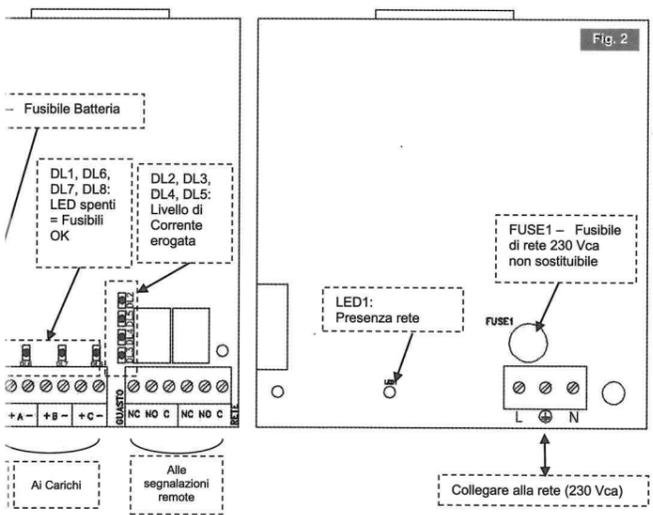

Fig. 2
L'alimentazione si suddivide in 3 uscite a morsetti protette dai rispettivi fusibili: A, B e C, per carichi generici e una uscita BATT, per collegare il gruppo batterie di riserva. Quando un fusibile entra in protezione, il corrispondente LED nella scheda di controllo (vedi Fig.2, DL1, DL6, DL7, DL8) si accenderà ON.
**IMPORTANTE:** Utilizzare passacavi e tubi distinti per l'entrata di alimentazione AC (230 Vac) e uscite dc + allarmi (SELV) vedere Fig.2.
Per le connessioni riferirsi alla Fig.2. In queste figure sono indicati i seguenti punti importanti:
#### Collegamento scheda di controllo (situata vicino la scheda di potenza) Vedi Fig. 2